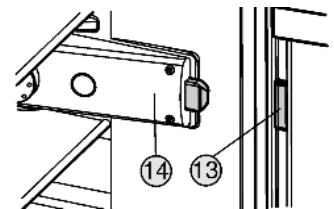

Fig. 8
Der Schalter Schalterknopf Fig. 8 (13) muss sich auf der Seite des Lichtgehäuses Fig. 8 (14) befinden.